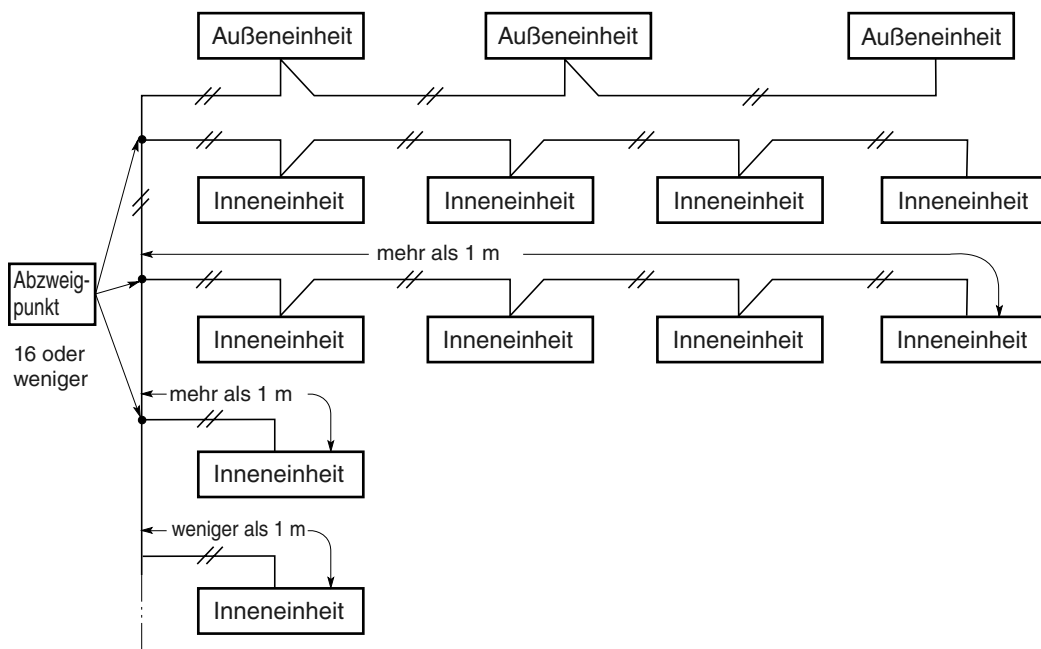

Abb. 5-3
(4) Wenn ein Einheiten-Steuerverbindungskabel angeschlossen werden soll, darf die Anzahl der Abzweigpunkte nicht höher als 16 liegen. (Abzweigungen mit weniger als einem Meter sind in der Gesamtzahl der Abzweigpunkte nicht eingeschlossen.) (Abb. 5-3)